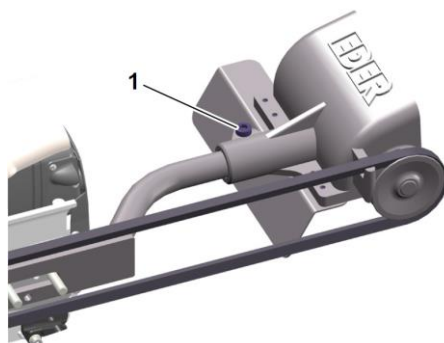

Bild 5: Infästning av barkningshuvudet på hållaren
- > Se till att remmen redan är litet förspänd. I annat fall lossar du insexskruven (1) (se bild 5) och skjuter fram barkningshuvudet framåt så långt på hållaren tills remmen är förspänd.